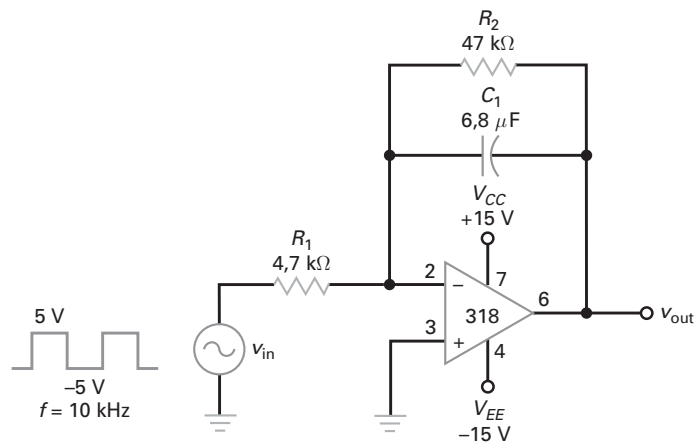

Figura 20-52
- 20-20** Qual a tensão de saída na Figura 20-52?
- 20-21** Se a capacitância for substituída por 0,068 μF na Figura 20-52, qual a tensão de saída?
- 20-22** Na Figura 20-52, o que acontece com a tensão de saída se a frequência é alterada para 5 kHz? E se é alterada para 20 kHz?